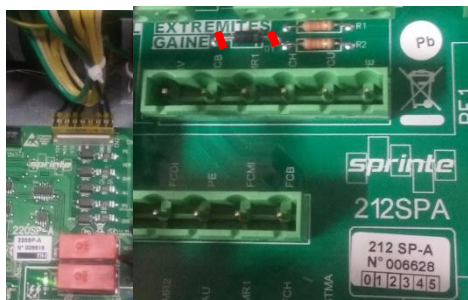

Figure 1
- \_ Carte 220SP, déconnecter CN3-I, cf. fig.1